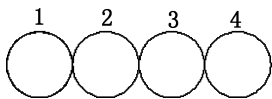

图 15-69 绘制阵列圆
(2) 单击“默认”选项卡“修改”面板中的“矩形阵列”按钮, 将上步绘制的圆进行矩形阵列，设置行数为 1，列数为 4，行偏移为 0，列偏移为 5，阵列结果如图 15-69 所示。